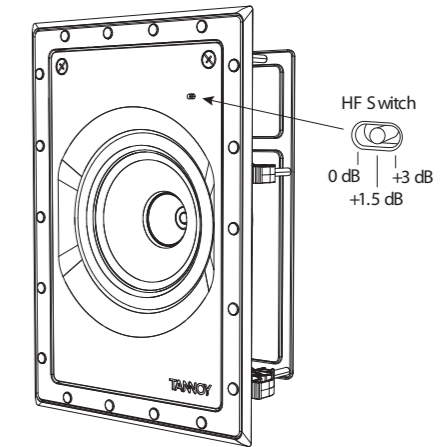

图 14. HF 开关位置
2. HF 开关具有三个位置，其中 0 dB 是平坦的。进行必要的调整以适应房间的位置和声学条件（图 14）。（在 QCI 6DC IW 上不可用）。